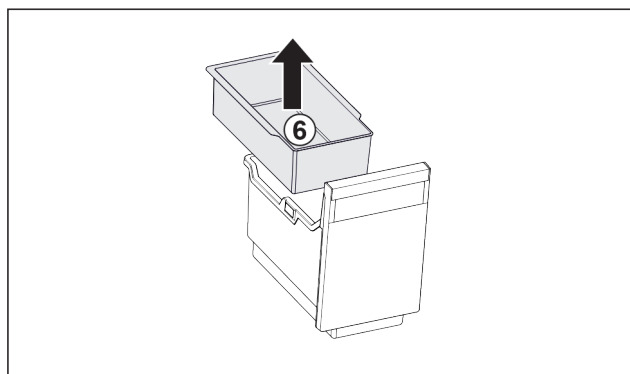

Fig. 139
- ▶ Izvadite ovisnu posudu Fig. 139 (6).